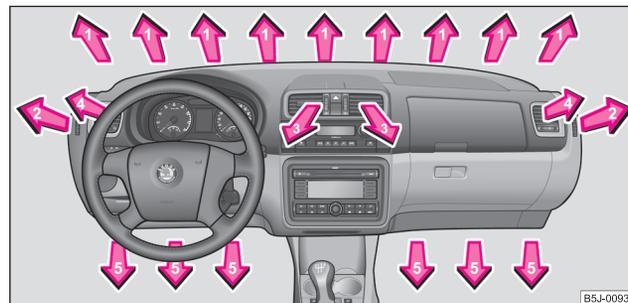

Abb. 98 Luftaustrittsdüsen
- Stellen Sie die Luftaustrittsdüsen **3** und **4** so, dass der Luftstrom leicht nach oben gerichtet ist ⇒ Seite 89, Abb. 98.
- Stellen Sie die Luftaustrittsdüsen ③ und ④ ⇒ Seite 89, Abb. 98 so, dass der Luftstrom leicht nach oben gerichtet ist.
Sie können die Luftverteilung zu den Luftaustrittsdüsen über die Tasten des Bedienteils der Climatronic regeln ⇒ Seite 87. Die Luftaustrittsdüsen 3 und 4 ⇒ Abb. 98 können einzeln geschlossen und geöffnet werden. ■